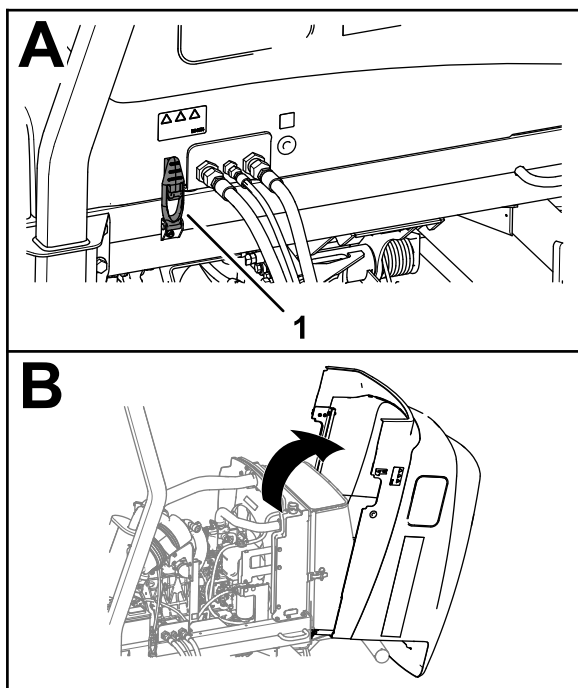

Figura 60
1. Libere as duas travas do capô (Figura 60).